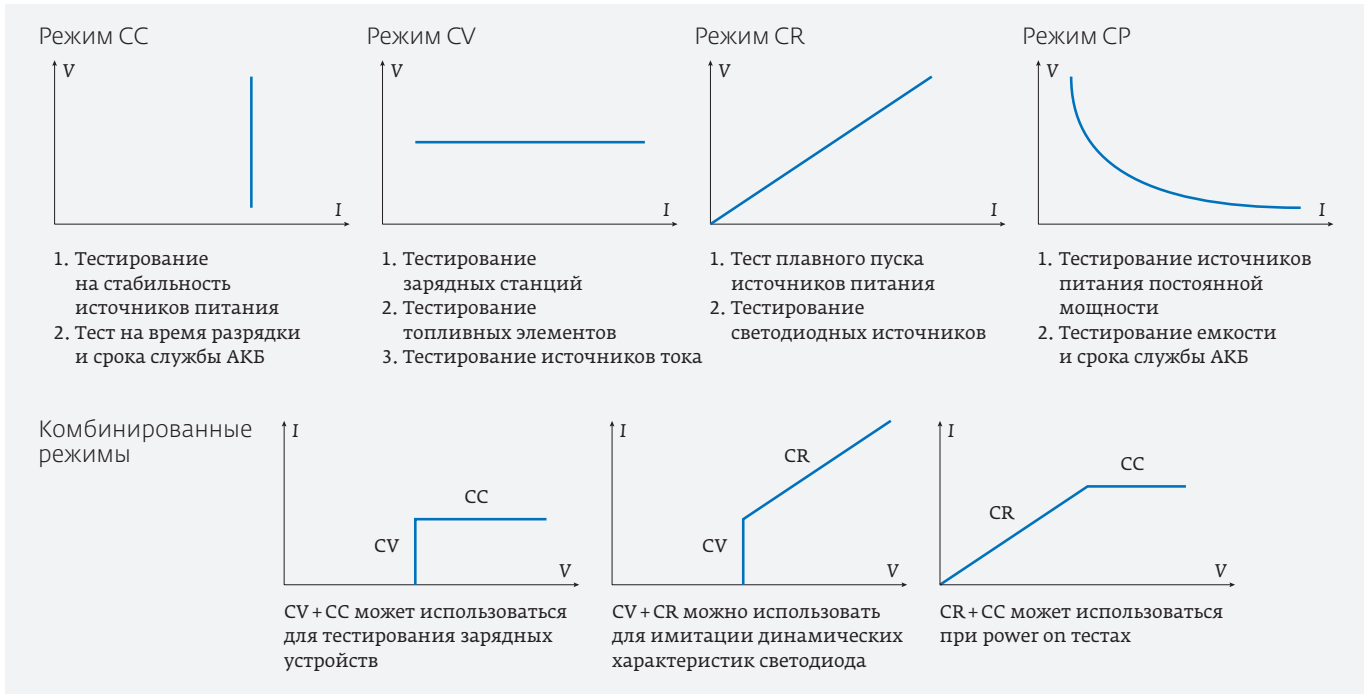

Рис. 14. Статические режимы работы электронных нагрузок серии EL
**Статические режимы нагрузки.** Электронные нагрузки серии EL поддерживают следующие статические режимы нагрузки: CC – постоянный ток, CV – постоянное напряжение, CR – постоянное сопротивление, CP – постоянная мощность; комбинированные режимы – CV+CC, CV+CR, CR+CC (рис. 14).